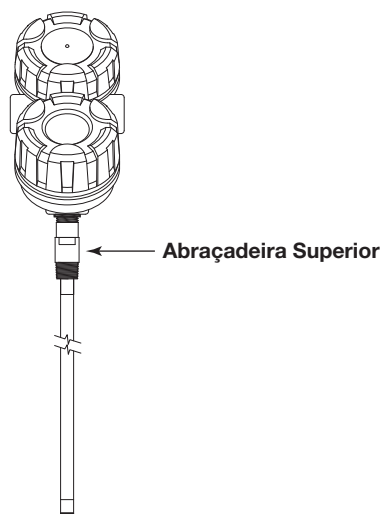

Figura 2
4. A abraçadeira superior terá que ser aberta até que tenha um diâmetro grande o suficiente para ser montada ao indicador de nível magnético e à sonda. “A abraçadeira superior deve ser posicionada logo acima das roscas de 3/4” NPT. Veja a Figura 2.